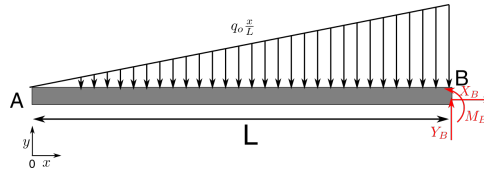

FIGURE 12 – Question 4a : Diagramme des forces
- (a) Le diagramme des forces est présenté en figure 12. On peut calculer les réactions en calculant le bilan des forces du système, cette étape n'est pas obligatoire pour répondre à la question mais elle permet de vérifier facilement les résultats obtenus pour les calculs de moment de flexion et d'effort tranchant :